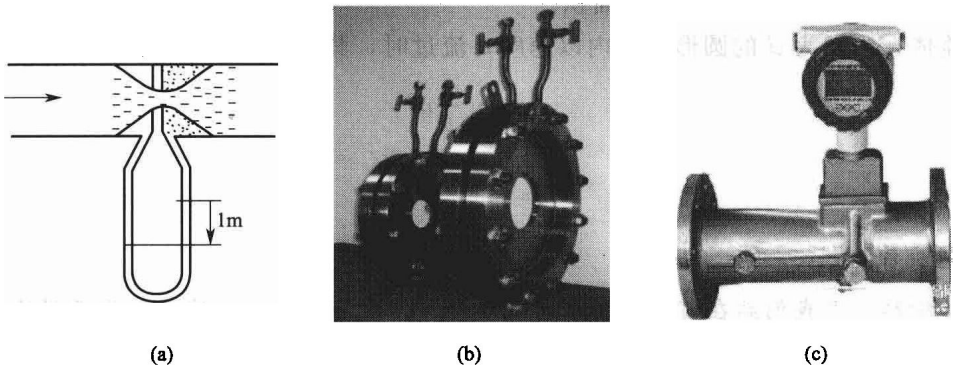

图 1-6 孔板流量计
② 孔板流量计 如图 1-6 所示，孔板流量计是在管道中装有一块中央开有圆孔的金属板，要求孔板中心线与管道中心线重合。图 1-6(a) 为测量原理图，由孔板进出口的压差来获得流体的流量；图 1-6(b) 在孔板的两侧装上 U 形管测压差；图 1-6(c) 将流量值直接显示在仪表上。